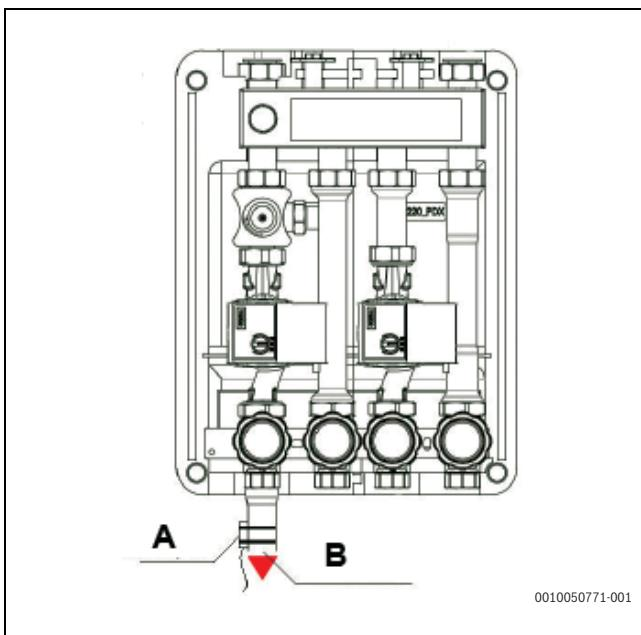

Fig. 415 Posicione a sonda de temperatura Tw2
Posicione a sonda de temperatura Tw2 (presente no kit) T1BX - T1B30X (fornecido separadamente), no tubo de admissão da zona de baixa temperatura (→ Fig. 415) utilizando braçadeiras de tubos.
Siga as instruções → Fig. 415
- Acoplamento dos insertos (2 ou 3 em função do modelo da T-Box), (→ Fig. 415).